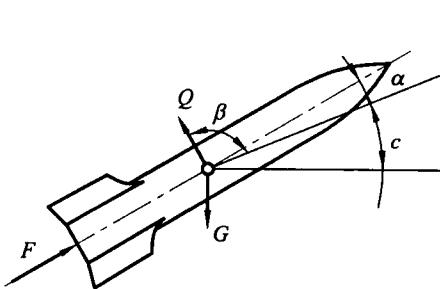

图 2.11
7. 如图 2.11 所示, 火箭沿与水平面成 $c=25^\circ$ 角的方向做匀速直线运动。火箭的推力 $F=100\text{ kN}$ 与运动方向成 $\alpha=5^\circ$ 的夹角。如火箭重 200 kN , 求空气动力 Q 和它与飞行方向的夹角 β 。